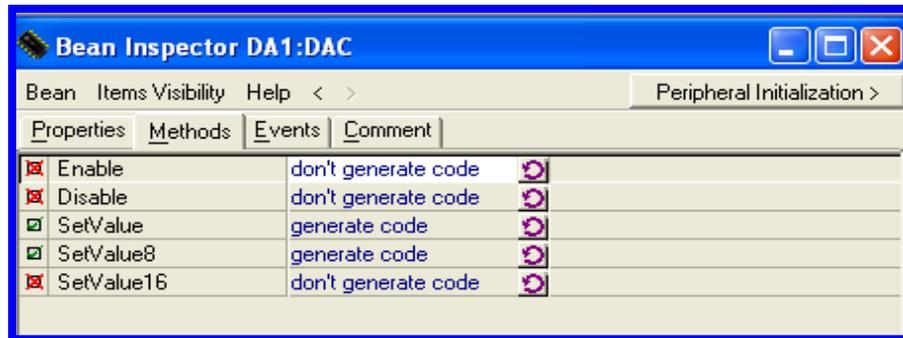

Figura 4.113 Habilitación de funciones del DAC (Selección de señales).
7.- Una parte importante para considerar es dar de alta la función que nos permita una conversión utilizando 8 bits. Este configuración (Figura 4.113) se puede realizar en la ventana anterior en el botón Methods.